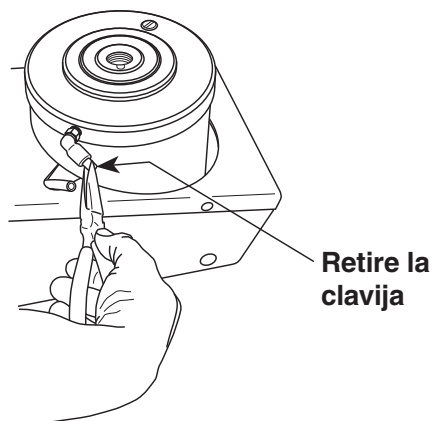

Figura 2
5. Refiérase a la figura 2 y a los siguientes pasos para conectar el ensamblaje hidráulico.